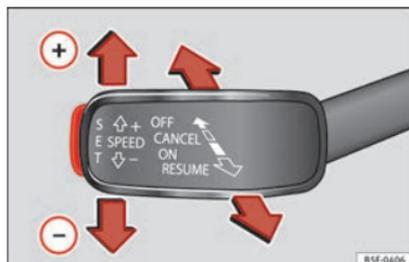

Fig. 33 Ver ubicación en la Fig. 3
• Conectar el GRA: sitúe la tercera palanca en **ON** »» fig. 33. El sistema se enciende, pero no regula por no tener programada ninguna velocidad.
• Activar el GRA: pulse el botón **SET** »» fig. 33. Memoriza y regula velocidad actual.
• Desconectar el GRA temporalmente: mueva la palanca hasta **CANCEL** »» fig. 33 y suéltela o pise el freno. La regulación se desconecta temporalmente.
• Conectar el GRA de nuevo: mueva la palanca hasta **RESUME** »» fig. 33 y suéltela. La velocidad memorizada se guarda y regula de nuevo.
• Desconectar el GRA: mueva la tercera palanca hasta la posición »» fig. 33 a **OFF**. Se desconecta el sistema y la velocidad memorizada se borra.